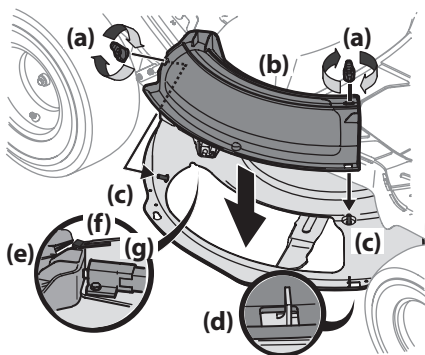

Figura 2-22
1. Extraiga las perillas de aleta (a) que instaló en la plataforma de corte y consérvelas para colocarlas posteriormente. Consulte la Figura 2-22.
2. Coloque el adaptador para abono (b) en la abertura de descarga de la plataforma. La parte trasera del adaptador para abono de la plataforma (b) debe estar debajo de la lengüeta (f) del soporte trasero de la plataforma (g). Los pernos prisioneros (c) de la superficie de la plataforma calzarán a través de los orificios de la parte superior del adaptador para abono (b). La pequeña lengüeta (d) del borde de la plataforma calzará a través del recorte cuadrado de la parte inferior del adaptador para abono (b). Consulte la Figura 2-22.